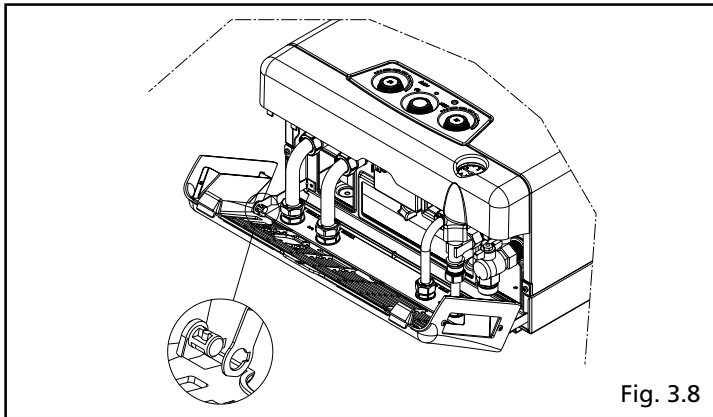

Fig. 3.8
- posizionare la copertura raccordi in modo che il perno del lato sinistro venga inserito nella squadretta sinistra facendo coincidere il risalto del perno con il corrispondente scarico presente sulla squadretta. Ruotare leggermente verso il basso la copertura (fig. 3.8)